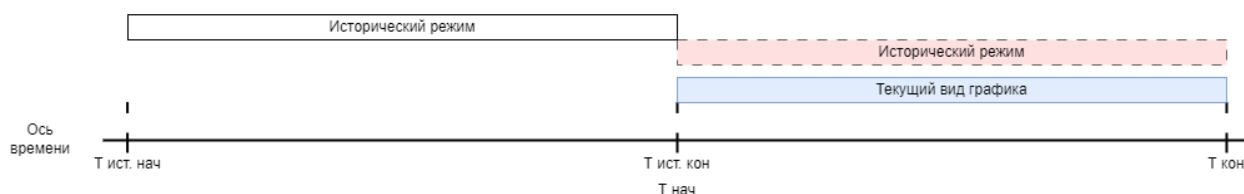

Рисунок 136 — Схематическое представление расчета и построения графиков
– Исторический режим — график строится на основе исторических данных, сохраненных в базе данных за аналогичный предыдущий период времени, выбранный в фильтре (см. Рисунок 137). На рисунке ниже (Рисунок 136) приведена схема построения текущего графика и графика исторического режима. $T_{нач}$ — время начала периода построения графика. $T_{кон}$ — время окончания периода построения графика: $T_{кон} = T_{нач} + [\text{Временной диапазон}]$. $T_{ист.нач}$ — время начала периода графика исторического режима: $T_{ист.нач} = T_{нач} - [\text{Временной диапазон}]$; $T_{ист.кон}$ — время окончания периода графика исторического режима: $T_{ист.кон} = T_{нач}$. После выполнения расчетов графики накладываются друг на друга.